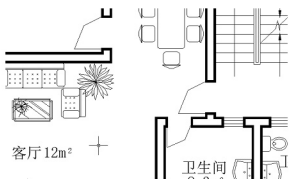
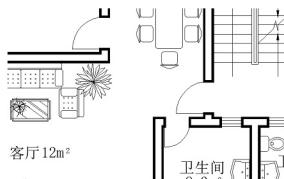

图 1.21 折线形式显示的圆弧
图 1.22 执行【重生】命令后的圆弧
(2) 重生成：绘图进行一段时间后，绘图区域的某些弧线和曲线会以折线的形式显示，如图 1.21 所示，这时就需要执行【重生成】命令重新生成图形，并重新计算所有对象的屏幕坐标，使弧线和曲线变得光滑，如图 1.22 所示。同时，【重生成】命令还可以整理图形数据库，从而优化显示和对象选择的性能。